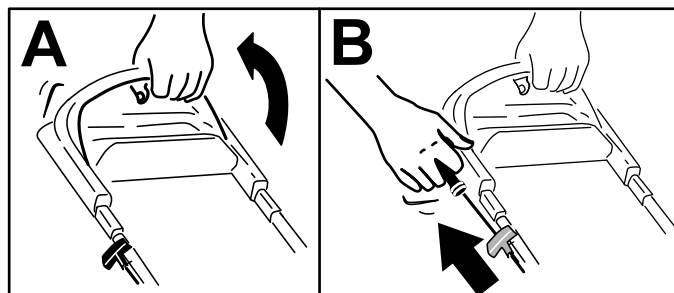

Figure 14
1. Maintenez la barre de commande des lames contre le guidon (A de la Figure 14).
2. Tirez la poignée du lanceur (B de la Figure 14).